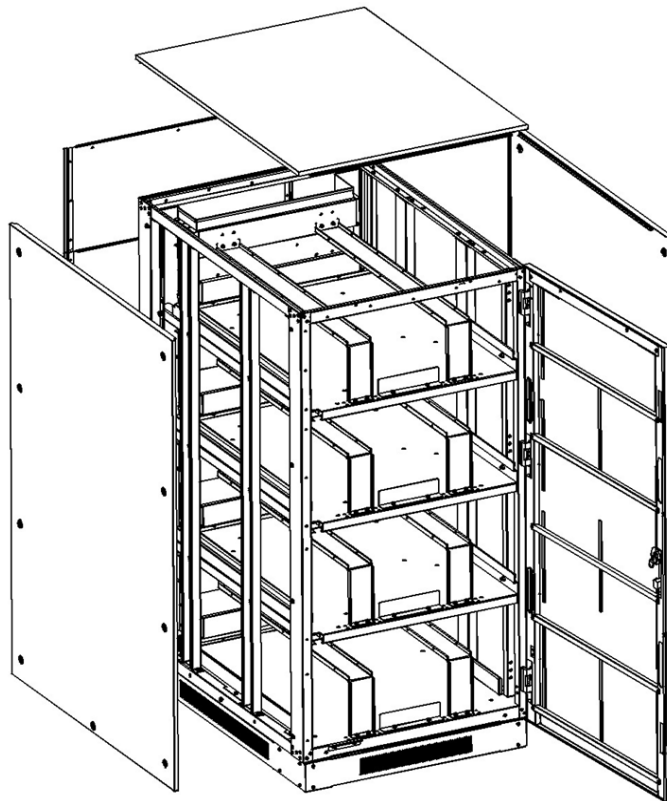

Figura 5-29
2. Retire las placas superior, derecha e izquierda (Figura 5-29).